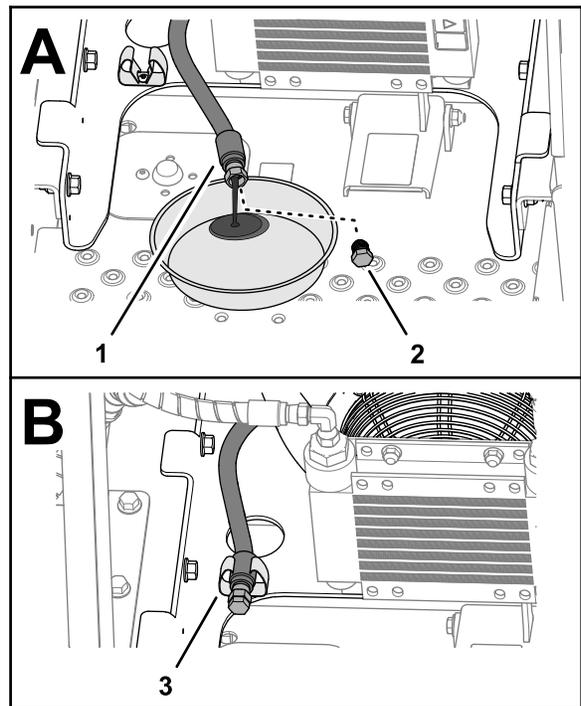

Figura 72
- Retire la manguera de vaciado de aceite del lado izquierdo de la máquina, y retire el tapón de la manguera (Figura 72).
- Instale el tapón de vaciado en la manguera y apriete el tapón (Figura 72).